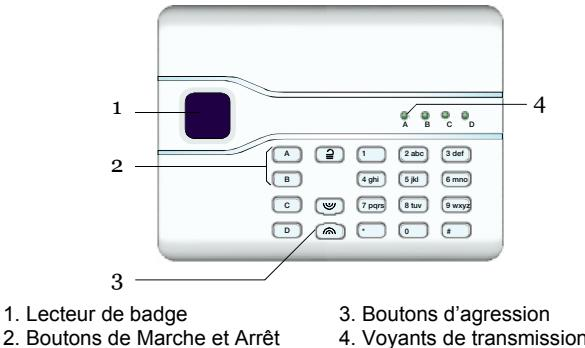

Figure 1. Commandes et signalisations du clavier Radio.
Le clavier radio I-RK01 a été conçu pour fonctionner avec le système I-ON16. Il permet d'assurer les mise en et hors service à distance. La figure 1 montre les commandes et les signalisations.
1. Positionner le badge pendant un court instant devant le lecteur (1-figure 1). Le clavier s'éclaire en bleu et émet un "click" pour signaler la lecture du badge.
Pour déclencher l'alarme agression appuyer en même temps sur les deux boutons de votre émetteur. (3 Figure 1).